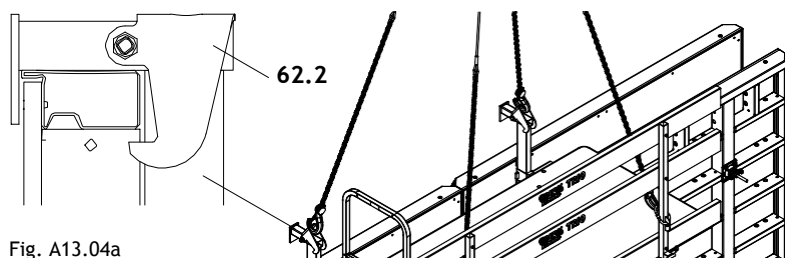

Fig. A13.04a
- 5 Освободете 4-те въжета. Задържащият зъб (62.2) сигурно се захваща към ръба на профила. (Fig. A13.04a)